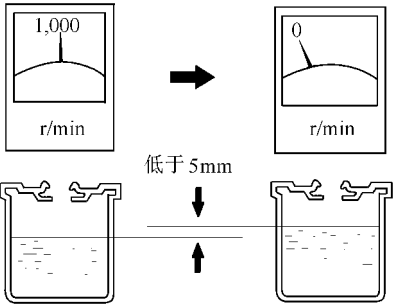

图 16-47 测量液面高度应不超过最大升高值
(1) 检查储液箱内液面高度。检查液面高度，视需要加注液压油。
(2) 起动发动机，反复将转向盘从一个锁定侧到另一个锁定侧转三次或四次。在发动机低于 1000r/min 的条件下，将转向盘向左或向右转到底，并保持 $2\sim 3\text{s}$ ；然后再向相反一侧转到底，并保持 $2\sim 3\text{s}$ 。
(3) 检查储液箱内是否有泡沫或混浊，并测量液面高度。在发动机运转状态下测量液面高度，然后停止发动机再测量液面高度，应不超过最大升高值，如图 16-47 所示。